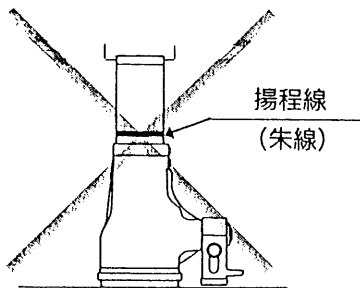

図. 7
- ① ジャッキのラム揚程線（朱線）を越えて操作しないで下さい。無理に操作すると「ねじ」が固定（ロック）しジャッキが動かなくなります。（図 7）
- ② ジャッキヘッドの下面が本体に当たれば、それ以上降下操作はしないで下さい。無理に作動すると「ねじ」が固定（ロック）しジャッキの故障の原因となります。